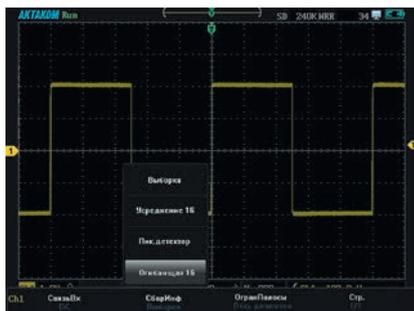

Рис. 16. Режим огибающей
- Режим обгибающей. Обычно этот режим регистрации не предлагается пользователям в ручных осциллографах и осциллографах начального уровня, но в серии ADS-4000 он есть. Функционально этот режим похож на режим пикового детектора. Также используются минимальные и максимальные точки развертки, но берутся они из разных захватов (из ряда 2, 4, 8, 16, 32, 64, 128 или 256), затем они объединяются для создания развертки сигнала, представляющей минимальные/максимальные приращения по времени (рис. 16).